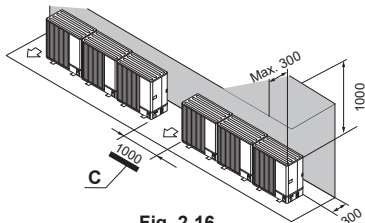

Fig. 2-16
- (2) Ostruzioni o superfici chiuse solo sul retro e sopra (Fig. 2-16)
- C: Spazio (Fig. 2-16)